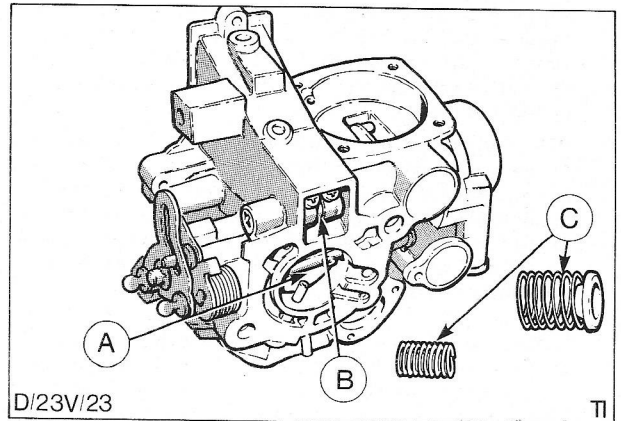

Fig. 51 Onderdelen van het carburateurhuis die gecontroleerd moeten worden.
13. Inspekteer het carburateurhuis en de resterende onderdelen op slijtage of beschadiging; zie Fig. 51. De belangrijkste punten die gecontroleerd moeten worden zijn de luchtklep met bijbehorend bedieningsmechanisme, de gasklep met diens as en bedieningshefbomen en de twee membraanterugdrukveren.